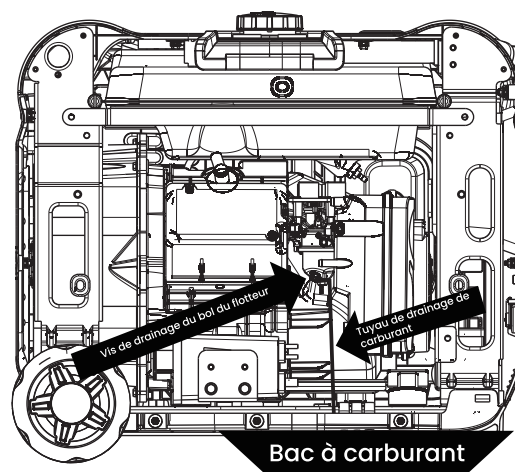

Figure 13: Tuyau de vidange de carburant
2. Localisez le tuyau en plastique transparent du flotteur qui sort par le bas de l'onduleur, et placez un récipient approprié en dessous pour récupérer le carburant drainé (voir Figure 13).